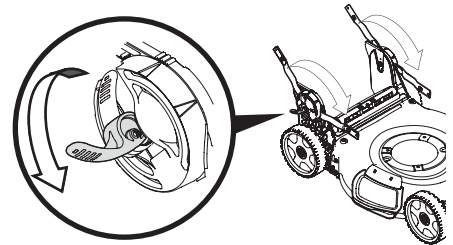

Figura 11
- Destrahe las dos palancas de liberación de manija. Vea el recuadro de la Figura 11.